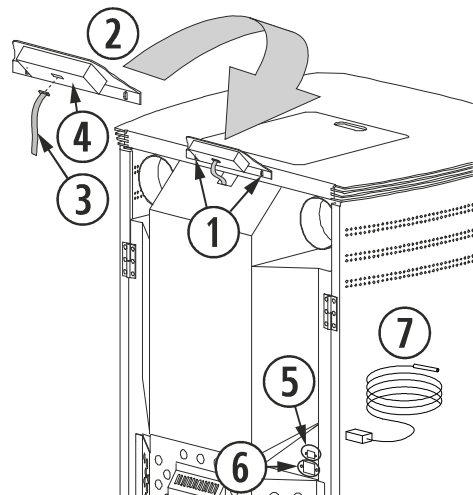
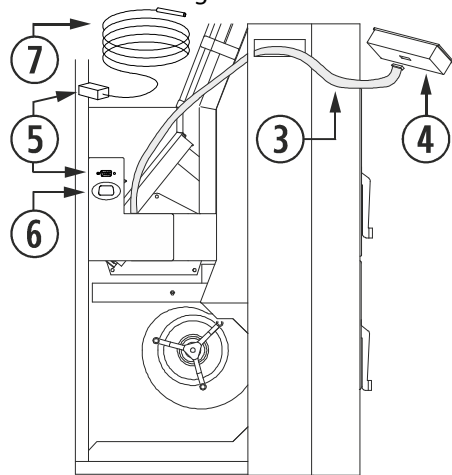

Figura 13
Figura 14
Dobbiamo regolare le viti che fissano il supporto alla stufa (①), esattamente come indicato in figura 13 per le stufe **Suez** e **Turbo Aire**, collegare il cavo piatto di connessione della tastiera (③), situato nella parte posteriore e fissato con del nastro adesivo e connetterlo alla parte posteriore della tastiera (④), esiste un'unica posizione di connessione.
Il termostato di ambiente (⑦) e il cavo di alimentazione si connettono nella parte posteriore delle stufe **Suez**, **Turbo Aire** e **Venecia**, come indicato in *figura 13* (Suez). La connessione sarà la medesima per il resto delle stufe di questo manuale, con l'ubicazione sul lato sinistro della stufa, come si può osservare in *figura 14* (alloggiamento Oslo). Sapremo che la stufa riconosce il termostato perché potremo vedere la temperatura dell'ambiente sul pannello dei comandi. Se colleghiamo un termostato o contatto, invece di visualizzare la temperatura, vederemo (·) che indica che c'è qualcosa connesso nella porta di comunicazione.
①	Viti di fissaggio della tastiera.
②	Supporto con tastiera montata.
③	Cavo piatto di connessione alla tastiera e C.P.U.
④	Parte posteriore della tastiera.
⑤	Connessione del termostato d'ambiente.
⑥	Connessione di corrente ~230/240V - 50Hz.
⑦	Termostato d'ambiente.